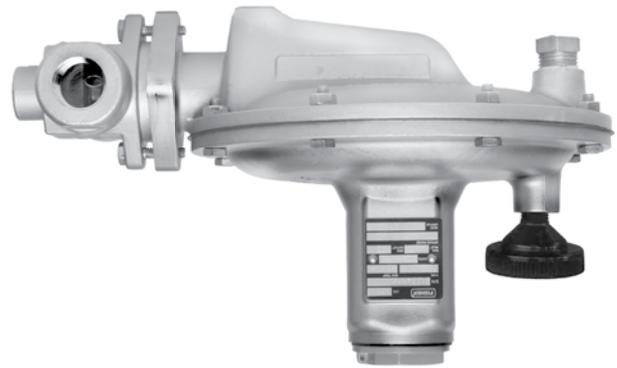
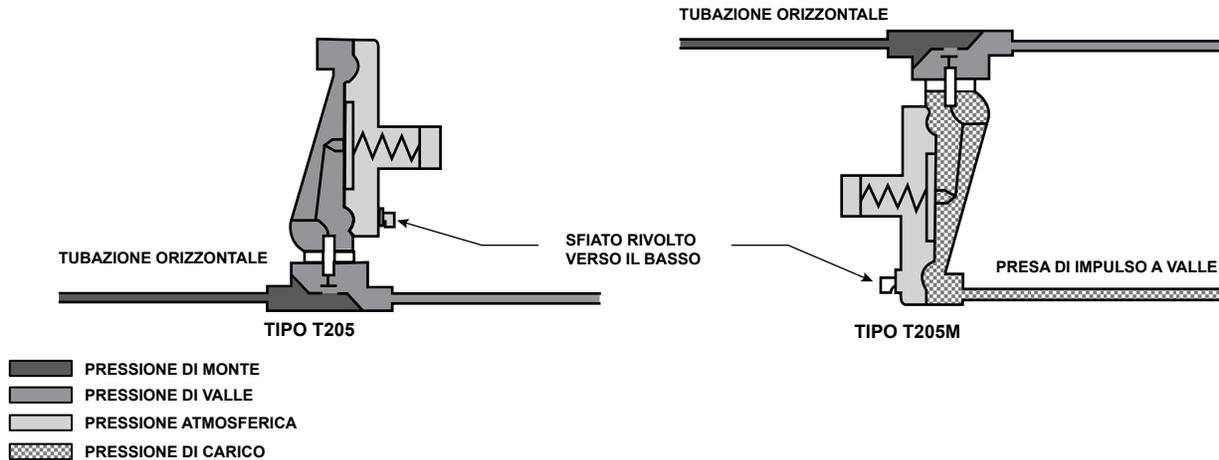

Figura 1. Regolatore per la Polmonazione di Serbatoi Tipo T205
Figura 4. Schemi di Drenaggio Coperchio Attuatore Tipo T205
- Il regolatore può essere installato in qualsiasi posizione purché il flusso attraverso il corpo segua la direzione indicata dalla freccia sul corpo. Quando si utilizza il regolatore della Tipo T205 o T205M, per un corretto funzionamento al fine di ottenere le portate pubblicate in condizioni di valori di taratura bassi, lo sfiato del coperchio molla deve essere rivolto verso il basso, come indicato nella Figura 1. Per un drenaggio completo dell'attuatore, il regolatore deve essere installato come indicato nella Figura 4. Se è richiesto un funzionamento continuo del sistema durante l'ispezione o la manutenzione, installare una valvola di bypass a tre vie attorno al regolatore.